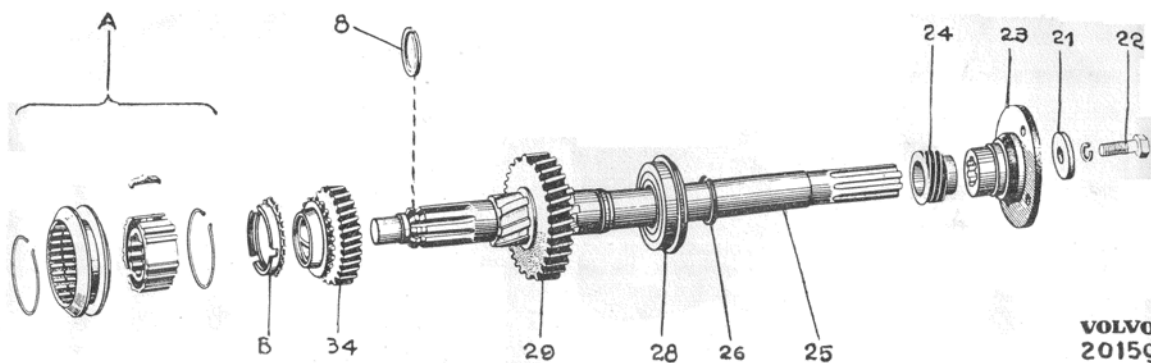

Bild 16. Huvudaxel, H 1—H 4.
2. På växellåda H 5 monteras kullagret (28). För in huvudaxeln i huset och montera på i nu nämnd ordning 1:ans skjutbara hjul (29), 2:ans hjul (34), synkroniseringskonan (B) och synkroniseringsanordningen (A), se bild 16.